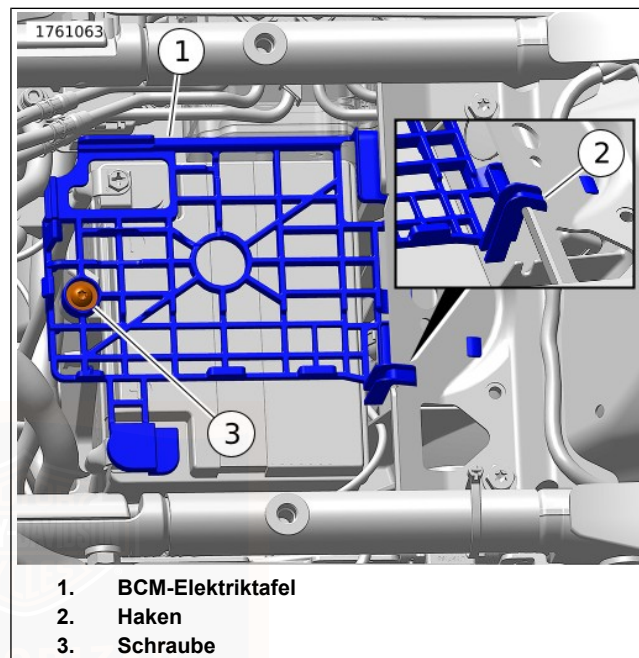

Abbildung 111. Ausbau/Einbau der BCM-Elektriktafel
9. Siehe Abbildung 111 . Die Schraube (3) und die BCM-Elektrizitätstafel (1) entfernen.
7. Siehe Abbildung 111 . Die BCM-Elektriktafel (1) einbauen. Sicherstellen, dass der Haken (2) oben an der Rahmenlasche einhakt.
8. Die Schraube (3) anbringen. Festziehen.